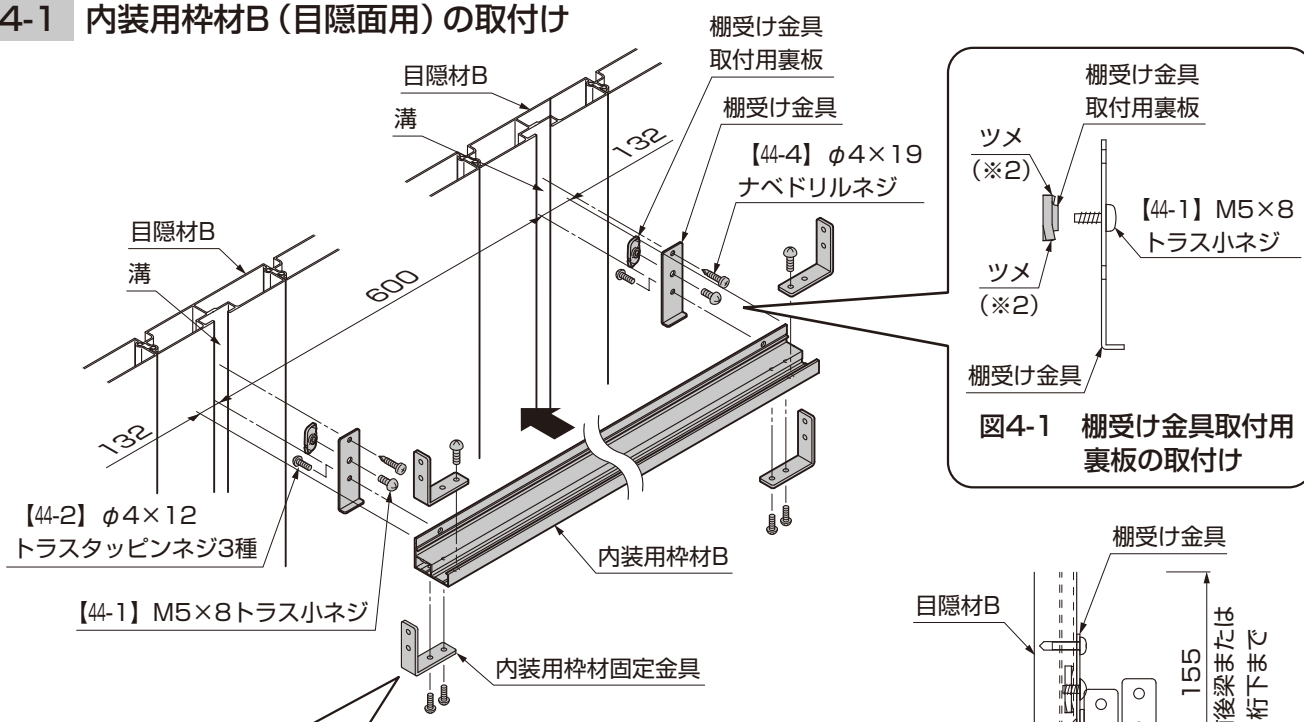

図4-1 棚受け金具取付用裏板の取付け
- 棚受け金具取付用裏板には表裏があります。角部にツメ(※2)が立っている側を棚受け金具側に向けてください。(図4-1参照)
- ② 内装用枠材固定金具の1つを、内装用枠材Bの下から穴位置を合わせて【44-2】で取付けてください。
- ③ もう一つの内装用枠材固定金具を、内装用枠材Bの上から穴位置を合わせて【44-2】で取付けてください。